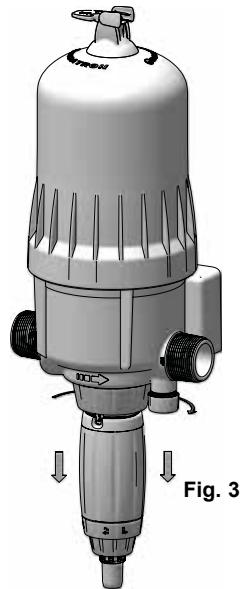

Fig. 3
- Dégager la partie dosage en tirant vers le bas et la faire pivoter d'un demi tour pour visualiser la bonne échelle de réglage (**Fig3**).